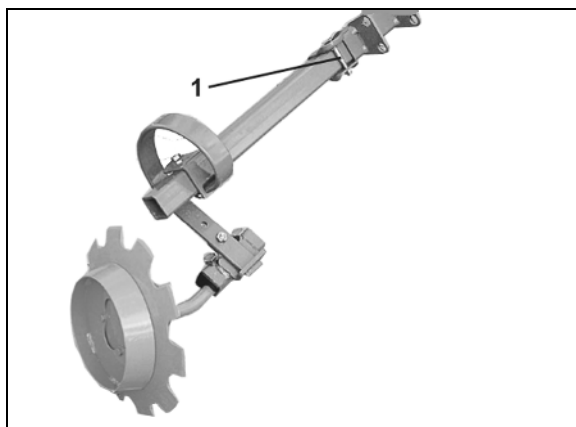

Рис. 94
3. Ослабьте винт для подтягивания клина (Рис. 94/1).